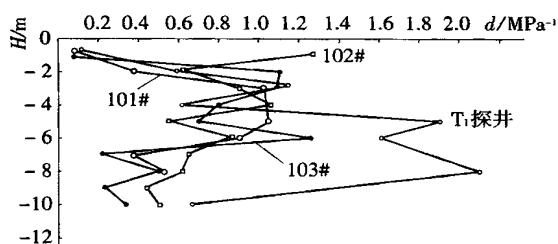

图 3 压缩系数随深度变化的  $H-d$  曲线
(3) 在该建筑墙体裂缝较为严重的地段,其地基土的  $H-d$  压缩曲线表现为: - 8.5 m 以上的土层,压缩系数为  $0.1 \sim 0.5 \text{ MPa}^{-1}$ ,属中等压缩性; - 8.5 m 以下的土层,压缩系数  $> 0.5 \text{ MPa}^{-1}$ ,属高压性。也证明基础变形是因为自重湿陷性黄土地基浸水后,完成了一部分湿陷变形和压缩变形所致(见图 3)。